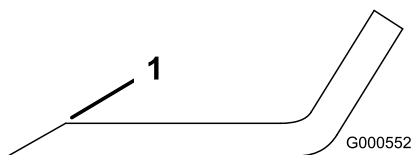

Figura 49
1. Utilice una lima para afilar el filo de corte en ambos extremos de la cuchilla (Figura 49).
Nota: Si la cuchilla no está equilibrada, rebaje algo del metal en la parte de la vela solamente con una lima (Figura 49).